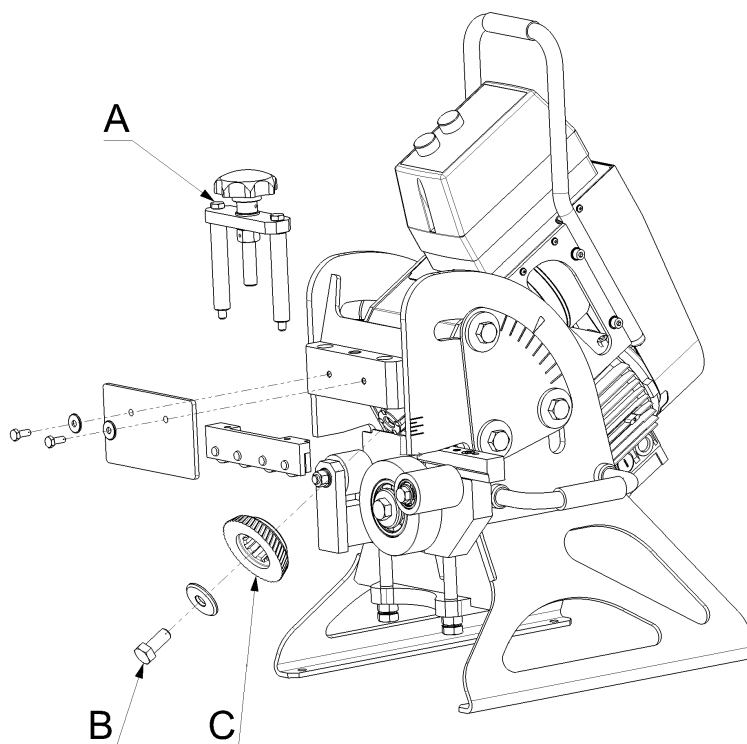

Рис. 6.4.1
- Демонтируйте верхнюю прижимную планку (два винта, позиция А, Рис. 6.4.1).
- Ослабьте болт удерживающий инструмент (позиция В, Рис. 6.4.1) и удалите инструмент с вала. Если удаление инструмента затруднено, используйте двуручный экстрактор.
- Установите новый режущий инструмент (позиция С, Рис. 6.4.1) и затяните удерживающий болт (позиция В, Рис. 6.4.1).
- Установите верхнюю прижимную планку (два винта, позиция А, Рис. 6.4.1) и защитное акриловое стекло.